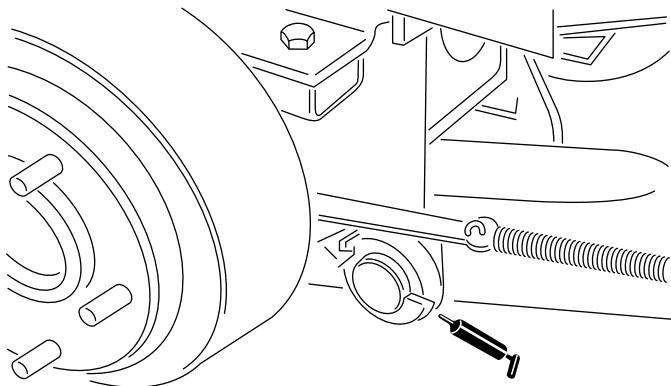

Figura 14
- pinos de articulação do braço de elevação direito e esquerdo (Figura 14)